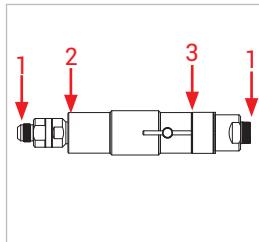
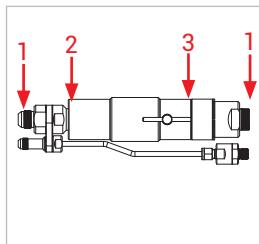

Abbildung 7
Abbildung 8
- ▶ Überprüfen Sie folgende Messstellen (*Abbildung 7* und *Abbildung 8*)
- Verschraubungen (1)
- Bereich der Spannzangen (2)
- Bereich der Exzenterbetätigung (3)